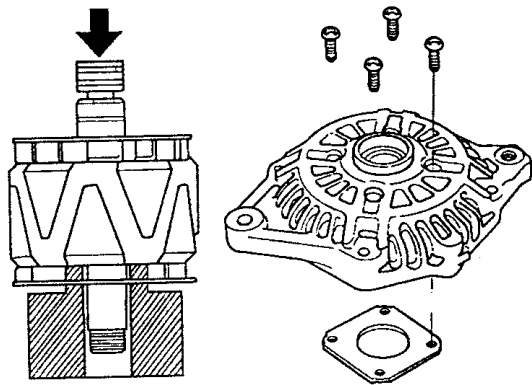

图 9-51 安装后轴承 图 9-52 拆卸前轴承护圈板
11) 如图 9-51 所示, 用手动压力机安装新的后轴承。只能对内圈施压, 以免损坏轴承。